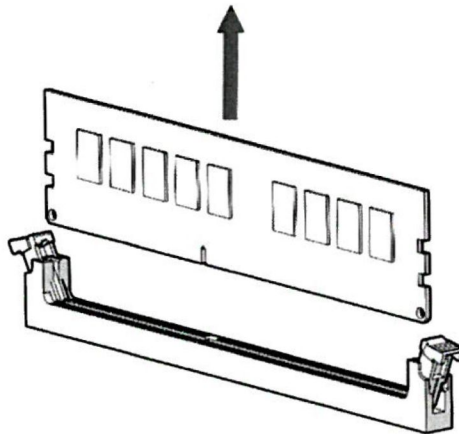

Рисунок 8 – Извлечение модуля памяти
- захватить модуль памяти за оба конца, потянуть его вверх и удалить из слота (рисунок 8);